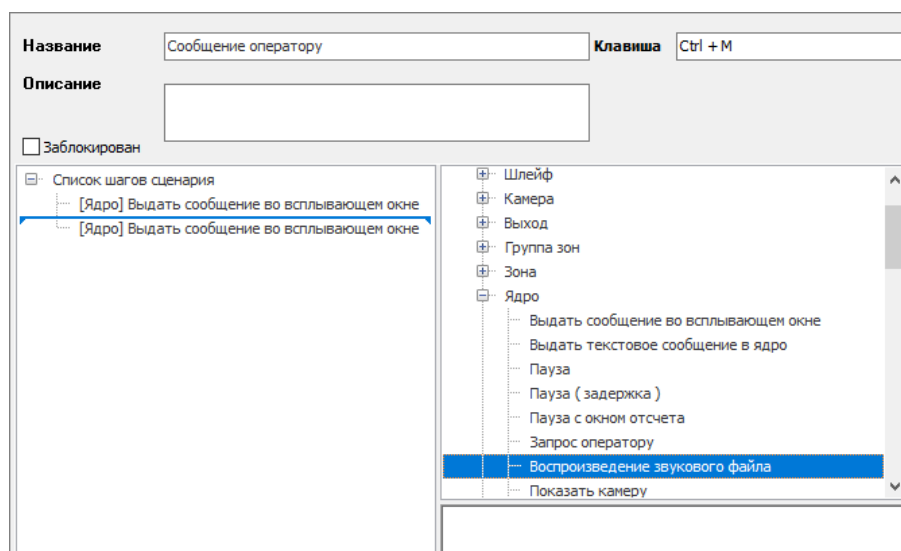

Рисунок 6-594 Добавление шага сценария в список шагов сценария перетаскиванием
- нажмите левой клавишей мыши на шаг сценария в списке возможных шагов сценария и, удерживая левую клавишу мыши нажатой, перетащите этот шаг сценария в список шагов сценария в ту позицию списка шагов сценария, в которую необходимо поместить добавляемый шаг сценария (см. Рисунок 6-594), и отпустите левую клавишу мыши.